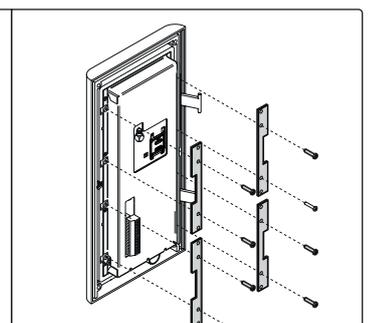

Fig. 27
- Montare le staffe di fissaggio del modulo utilizzando le viti di fissaggio come mostrato in **Fig. 27**.